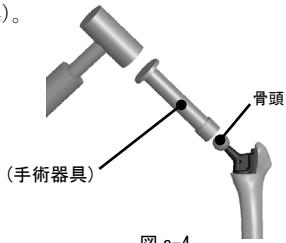

図 a-4
- 3) 骨頭ポールを本製品のテー^バ部に装着する(図 a-4)。